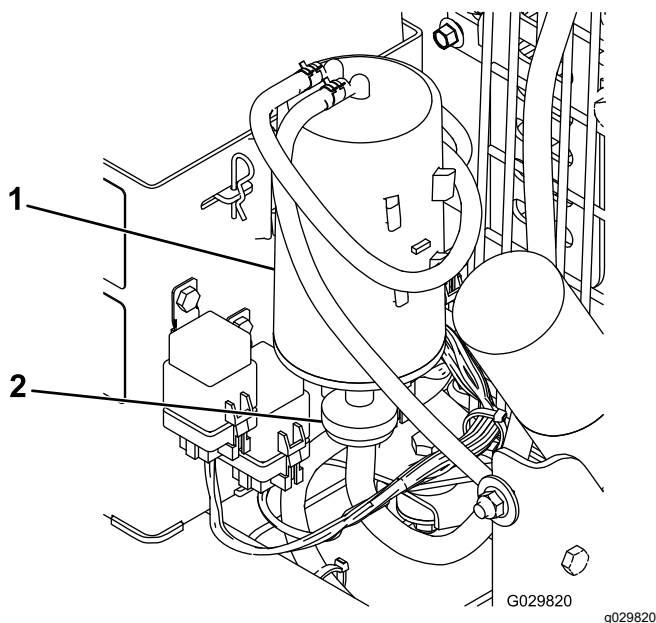

Figura 38
2. Retire y deseche el filtro de aire del cartucho de carbón (Figura 38)